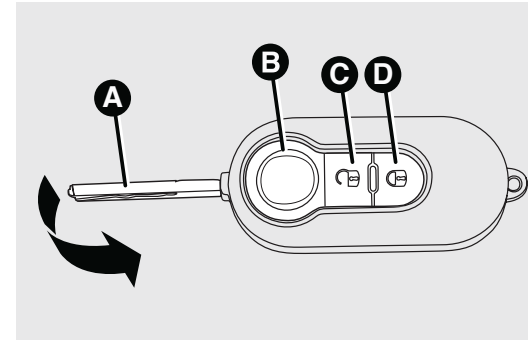

Fig 2
Een sleutel fig 2 bevat een afstandsbediening.
De metalen baard A fig. 2 dient voor:
Als u toets B fig. 2 indrukt, wordt de metalen baard in-/uitgeklapt.
Als u toets C fig. 2 kort indrukt ontgrendelen de deuren
Als u toets D fig. 2 kort indrukt vergrendelen de deuren
- druk op knop B fig. 2 en klap de metalen baard A fig. 2 uit;